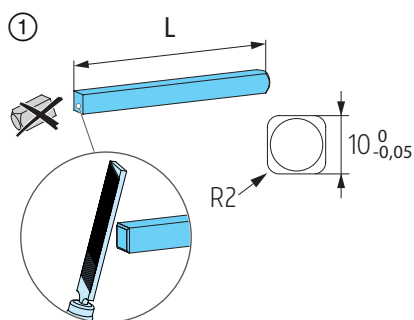

Abb. 31
- ① Vierkant ablängen und anfasen; **Abb. 31.**